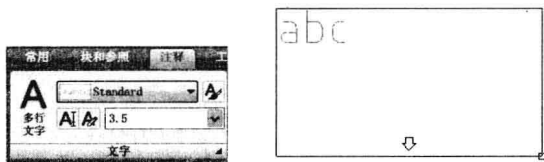

图 5-2-8
- (1) 单击“常用”选项卡，在“注释”面板中单击“多行文字”按钮 **A**。
- (2) 命令行提示“指定第一角点”，单击一点，确定第一角点的位置。
- (3) 命令行提示“指定对角点或 [高度(H)/ 对正(J)/ 行距(L)/ 旋转(R)/ 样式(S)/ 宽度(W)/ 栏(C)]”，移动鼠标，拖出一个矩形文本输入框，如图 5-2-8 所示。